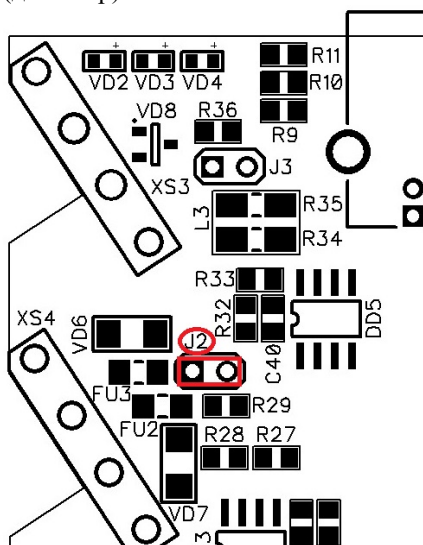

Рис. 4.3 Установка перемычки (джампера) для подключения внутреннего терминального резистора на RS-485 линию
- найти на плате 2-х контактный разъем J2 (рис. 4.3) и установить на него перемычку (джампер).